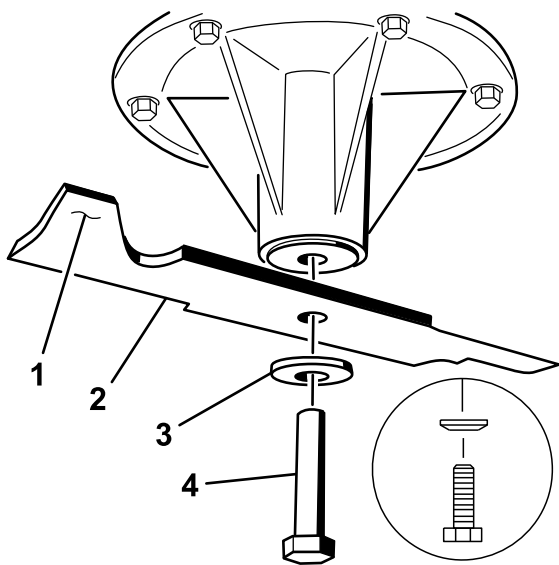

Figura 82
2. Retire del eje el perno de las cuchillas izquierda y central, la arandela curva y la cuchilla (Figura 82).